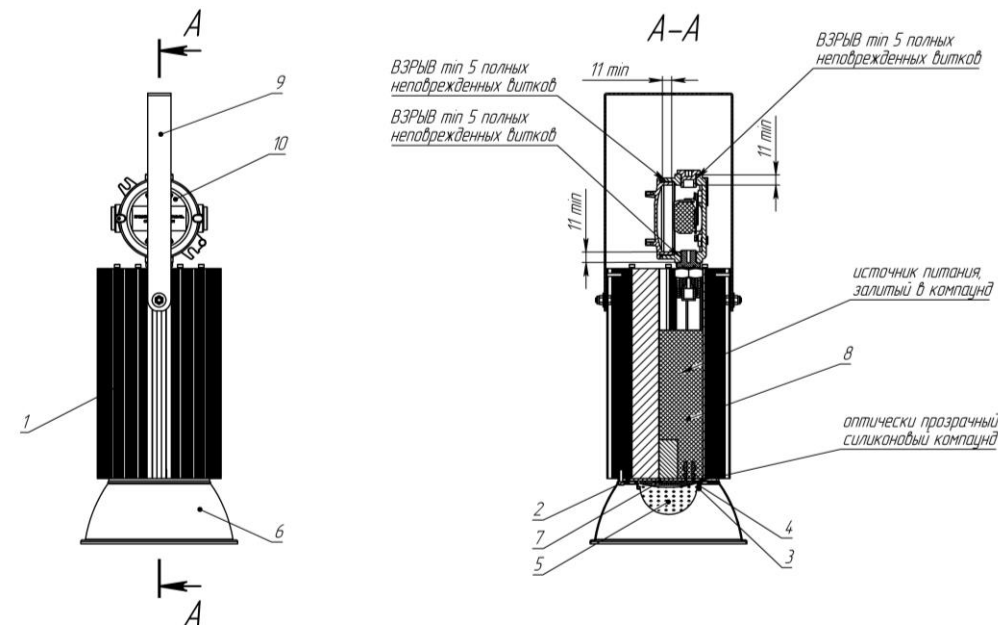

Рисунок 1
- 5.1 Внешний вид светильника представлен на рис. 1